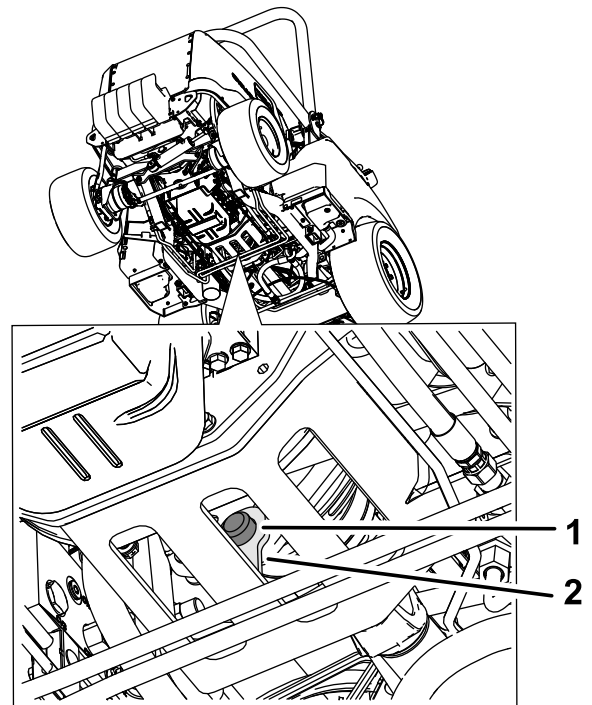

Bild 80
3. Entfernen Sie den Gummipuffer von der Metallhalterung und der Kupplung (Bild 80).